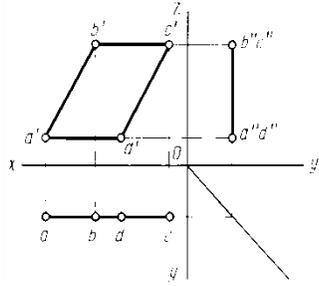

Рисунок 12
- 2)  $P // \Pi_2$  – **фронтальная** плоскость (Рисунок 12)